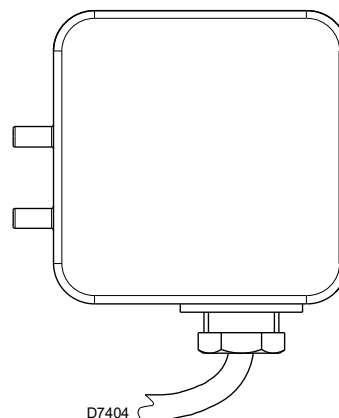

Fig. 23
- Régler le pressostat d'air (Fig. 23) en début d'échelle.
Effectuer le réglage du pressostat air (Fig. 23) après avoir effectué tous les autres réglages du brûleur avec le pressostat air réglé en début d'échelle. Avec le brûleur qui fonctionne à la puissance demandée, tourner la poignée lentement dans le sens des aiguilles d'une montre jusqu'à le blocage du brûleur. Tourner la poignée dans le sens contraire à celui des aiguilles d'une montre d'une valeur correspondant à environ 20% de la valeur établie et contrôler ensuite si le brûleur démarre correctement. Si le brûleur se bloque encore, tourner encore légèrement la poignée dans le sens contraire à celui des aiguilles d'une montre.